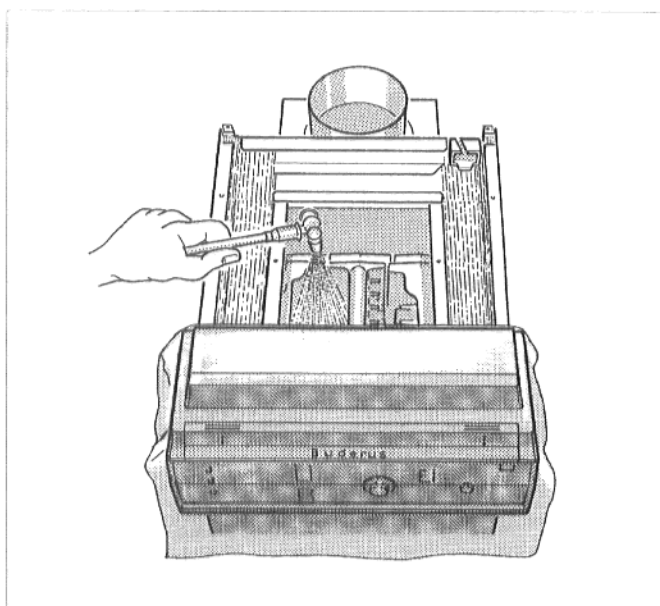

Рис. 24. Очистка распылением.
- Сверху покрыть газоходы равномерно детергентом (рис. 24).